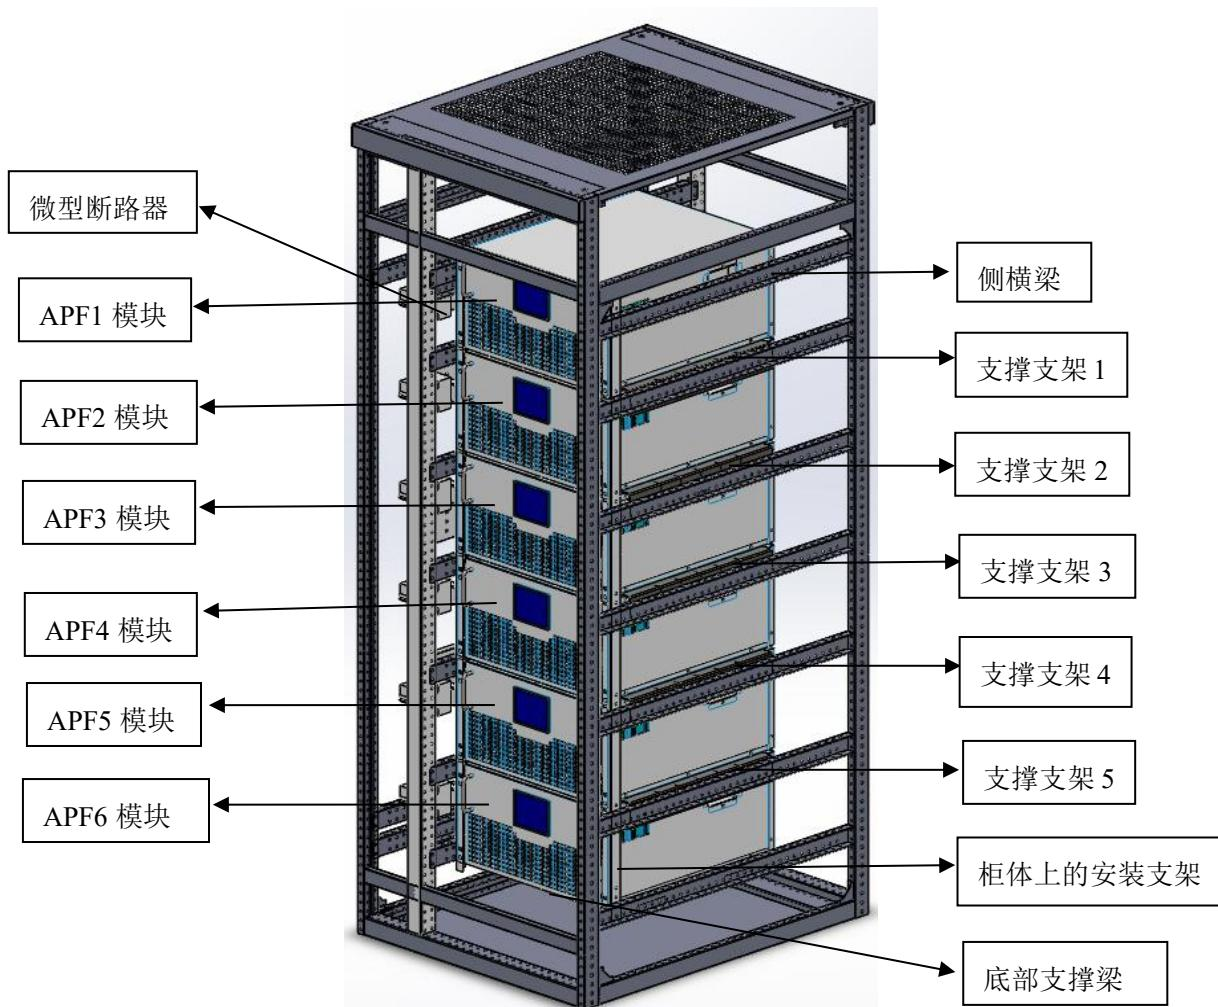

图 2-8 整机安装示意图
- 成套柜体内部模块支撑支架由上往下左右两边支撑支架序号分别是 1、2、3、4、5，支架置于柜体内侧横梁上，每个支架有对应序号数量的小孔，仅仅作为支架区别用，不做安装使用。柜内 4 个模块及以下数量的模块固定位置从安装支架 3 开始安装，即 APF1 模块置于支架 3 上，APF2 模块置于支架 4 上，若 4 个模块时，依次类推，APF4 模块置于柜内底部支撑支架上；若 5 个模块时，APF1 模块置于支撑支架 2 上；若六个模块时置于支撑支架 1 上，如下图 2-8 所示。